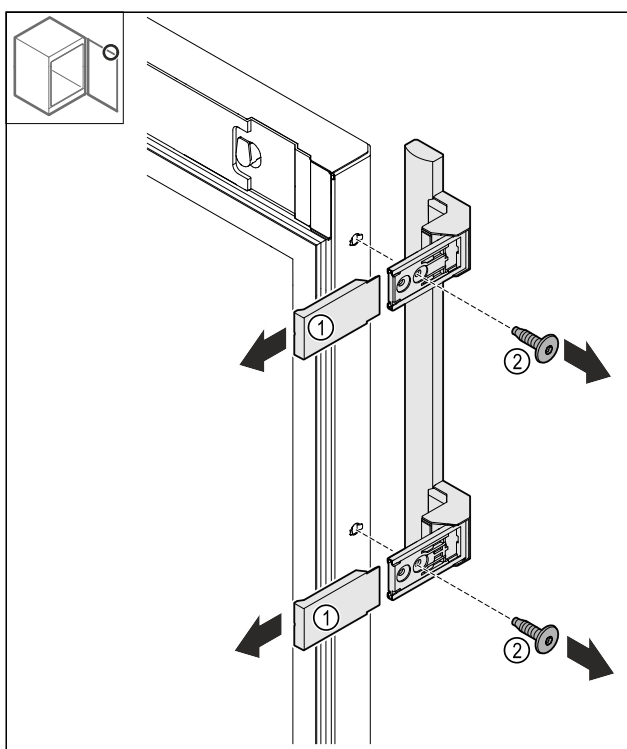

Fig. 16
- Retirer les caches Fig. 16 (1).
- Desserrer les vis Fig. 16 (2).